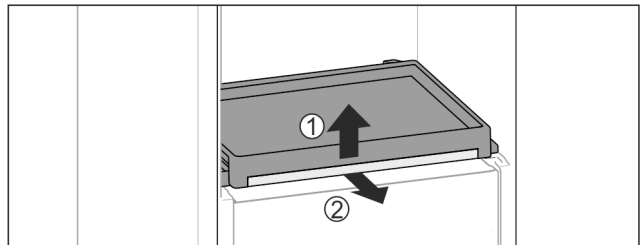

Fig. 49
- ▶ Retiro de la tabla expandible con plancha de cristal: Levante ligeramente hacia adelante la plancha de cristal Fig. 49 (1) y extráigala hacia adelante Fig. 49 (2).